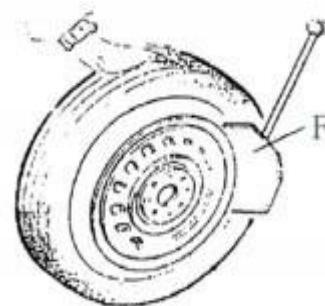

Fig 5
Se till att lufta däckets helt och placera däckets mot gummibuffert (S). För paddeln mot vulsten ca 10 mm från fälgens kant, se fig. 5. Trampa på pedalen (U) för att trycka in paddeln i däckets. Upprepa ovanstående steg på olika ställen runt däckets och på båda sidor tills vulsten har lossnat helt.